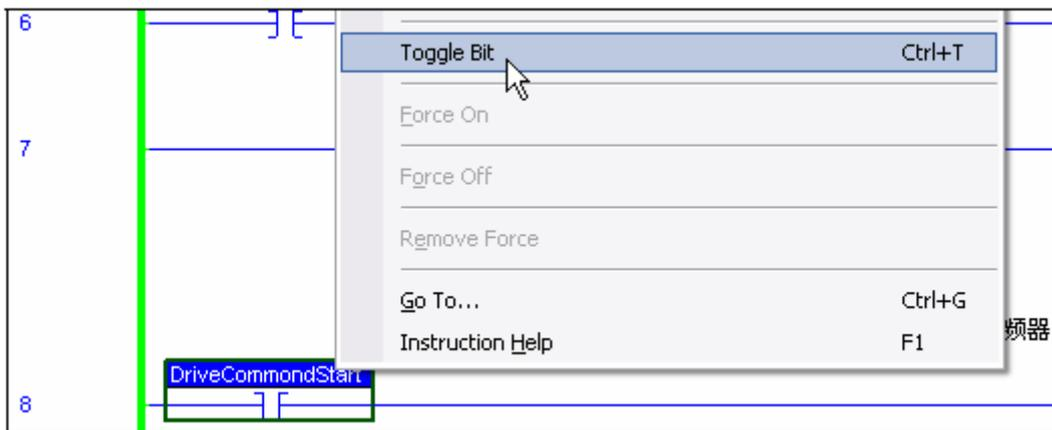

图 1- 158 起动变频器
11. 将标签 DriveReference 值设为 10000，即将变频器预定频率设为 10Hz。右键单击 DriveCommandStart，并选择 Toggle Bit（触发该位），起动控制程序，如图 1- 158 所示。变频器以设定频率 10Hz 运行。